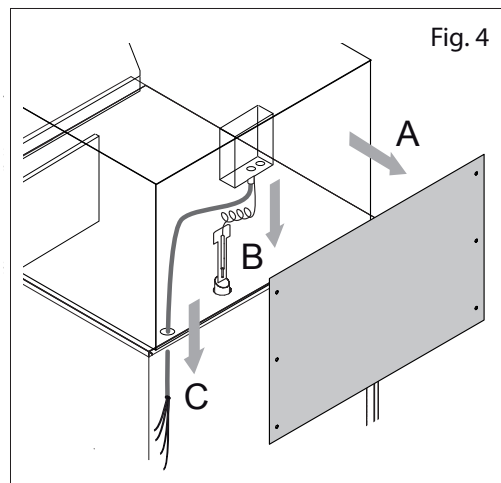

Fig. 4
2. Rimuovere le 6 viti di fissaggio del pannello posteriore della cappa (3 per lato) e il pannello (Fig. 4/A)
3. Liberare il bulbo del termostato dal sistema di fissaggio e posizionarlo nel tubo scarico vapore (foro tondo - Fig. 4/B)
4. Liberare il cavo di alimentazione dal sistema di fissaggio e inserirlo nel passacavo (Fig. 4/C).